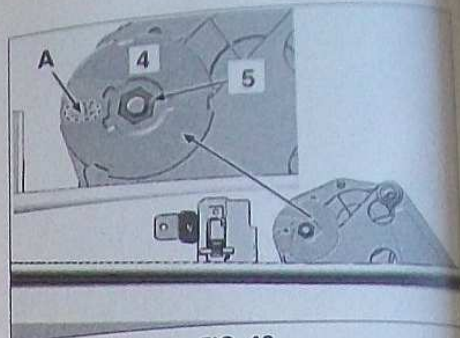

FIG. 42
En respectant la position de l'ajourage (A), reposer le galet (4) (Fig.42).